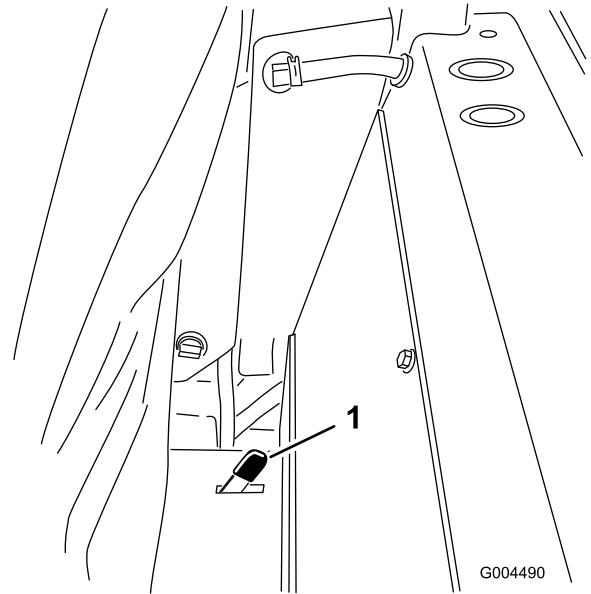

図 36
2. 運転席の後ろ側と両側とに配置されている座席固定ラッチの一つを後ろに倒すと、運転席全体を前に倒せるようになる(図 36)。